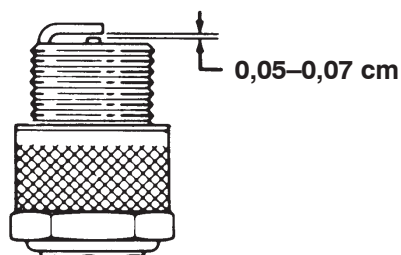

Figure 32
3. Réglez l'écartement des électrodes entre 0,05 et 0,07 cm (Fig. 32).